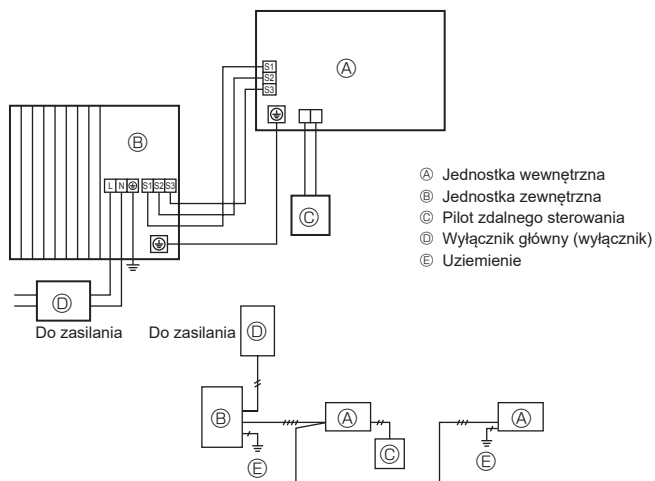

Fig. 6-1
6.1. Jednostka zewnętrzna (Fig. 6-1 i 6-2)
- 2 Podłączyć przewody zgodnie z Fig. 6-1 i 6-2.